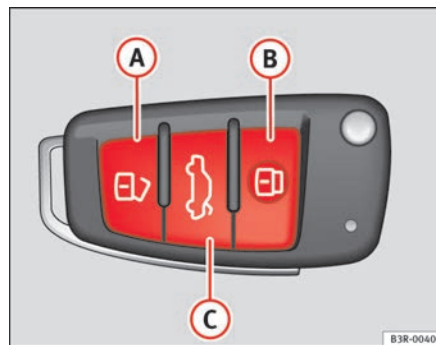

Fig. 76 Llave de control remoto: Teclas
- Pulse la tecla **(A)** ⇒ **página 106, fig. 76** durante aproximadamente 1 segundo.